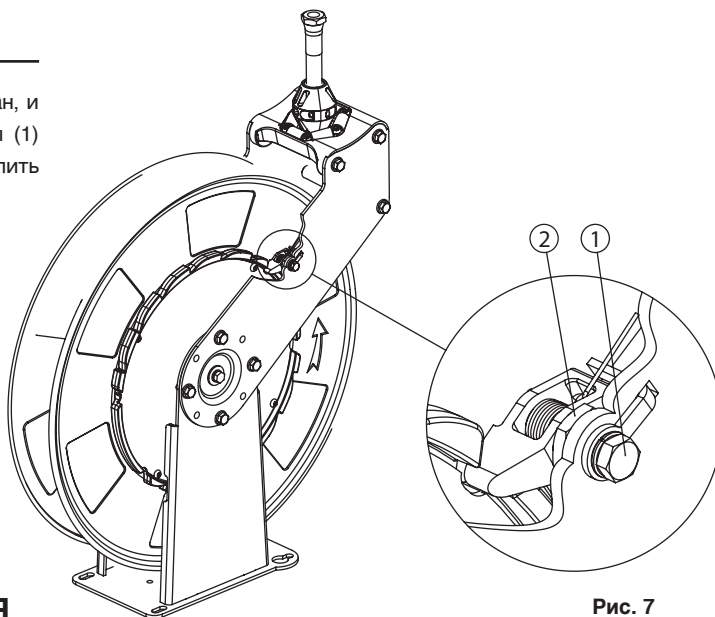

Рис. 7
1. Со шлангом, полностью намотанным на намоточный барабан, и фиксатором шланга, касающимся роликов, удалить винты (1) (рис. 7), которые прижимают гайку (2) (рис. 7). Затем удалить храповик в сборе.